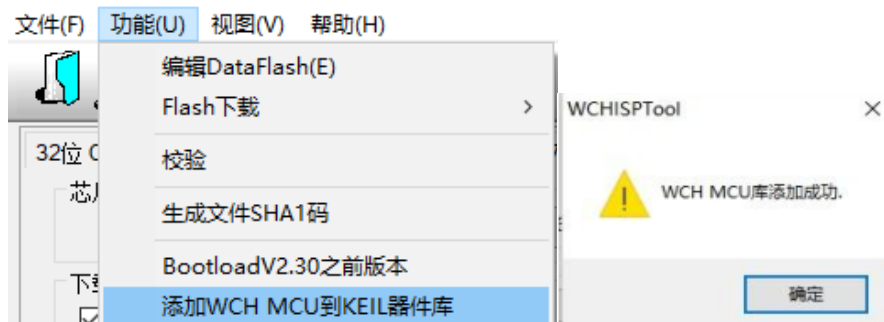

图 3.2.1
(1)、打开 WCHISPTool (V3.3 及以上版本)，选择功能，添加 WCHMCU 到 KEIL 器件库。如图 3.2.1 所示。此时软件会提示“WCHMCU 库添加成功”即可。